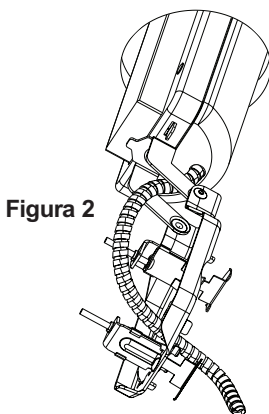

Figura 2
Paso 3. Deslice el marco de montaje, el compartimiento de cableado primero, a través del agujero en el techo (Figura 2).